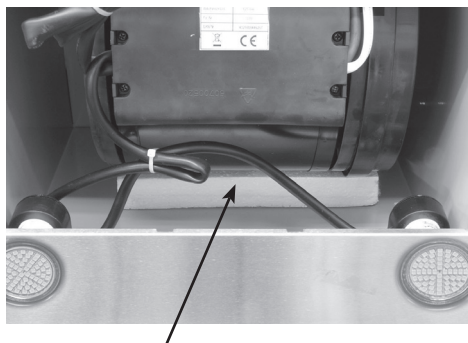

Abb. 17: Diese geschäumte Transportsicherung vor Inbetriebnahme unbedingt aus dem Gerät entfernen.
- Entfernen Sie die Transportsicherung des Gebläse-motors (Abb. 17).